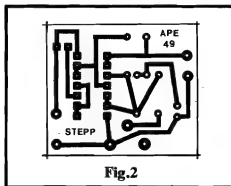

Fig.2
- FIG. 2 - LAY OUT DO CIRCUITO IMPRESSO ESPECÍFICO - Como sempre aqui em APE, procuramos condensar bem a placa, sem contudo "espremer" tanto as ilhas e pistas que possam dificultar os trabalhos de um montador/construtor menos experiente... Assim, o padrão de ilhas e pistas (em tamanho natural, na figura...) é pequeno mas não "apertado", fácil de reproduzir durante a confecção... Recomendamos algum cuidado na verificação final das regiões próximas as ilhazinhas destinadas à recepção das "pernas" do Integrado, inevitavelmente muito pequenas e próximas umas das outras (é aí que "mora o perigo" de "curtos" ou contatos indevidos, tanto por lapsos na corrosão da película cobreada, quanto durante as soldagens, devido a "correntes", essas coisas...).